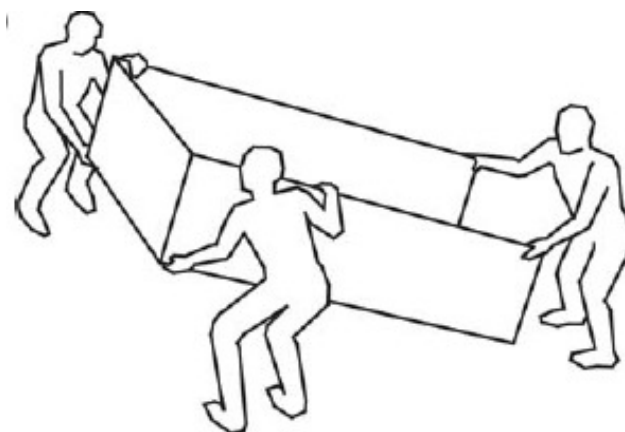

FIGURA 2-6
8. Entre dos o más personas, levantar el PD 6500i hasta una posición vertical y desplazarlo hasta la posición deseada. (Ver Figura 2-6)